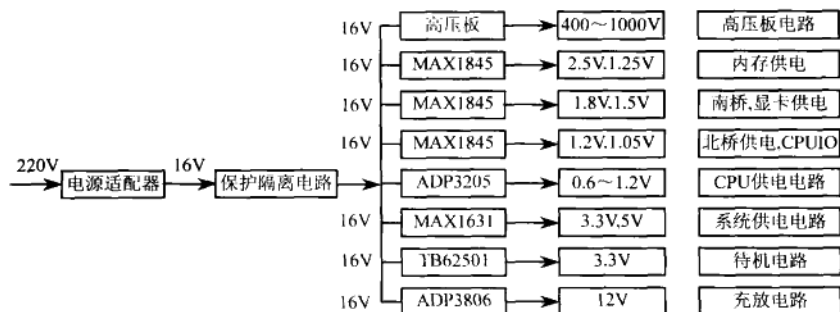
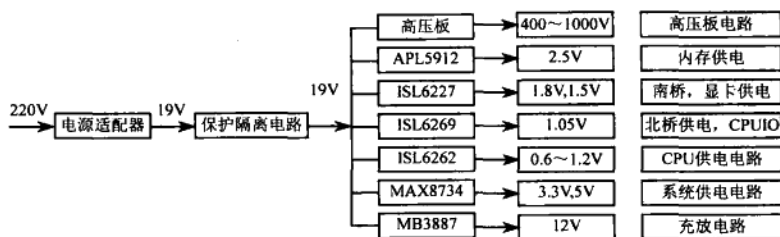

图 2-2 IBM T40 主板电源电路框图
图 2-5 东芝 A6 主板电源电路框图
IBM T40 的主板电源电路框图，如图 2-2 所示：
东芝 A6 的主板电源电路框图，如图 2-5 所示。
(1) 保护。保护隔离电路在接上电源适配器(未开机这前)的时候电压就会到达, 为了防止在选用电源的时候电压过高, 或者发生其他的情况导致电流剧增, 对笔记本电脑主板后继电路的影响, 这个电路就会自动切断供电。
(2) 隔离。从图 2-2~图 2-5 上我们可以清楚地看出, 除了电源适配器为笔记本电脑主板供电之外, 还有电池也为笔记本电脑主板供电, 要达到无电源适配器的时候, 电池放电, 有电源适配器的时候电池不放电, 这就需要使电路有隔离作用。
从图 2-2~图 2-5 上我们可以清楚地看到, 开机电路由待机电路为开关提高电压。开机电路的作用, 就是当我们按下开关, 与南桥交换信息后, 输出各种控制信号控制笔记本电脑主板上各个单元电路, 包括 3V、5V 后继输出, 南北桥内存显卡供电, CPU 供电。